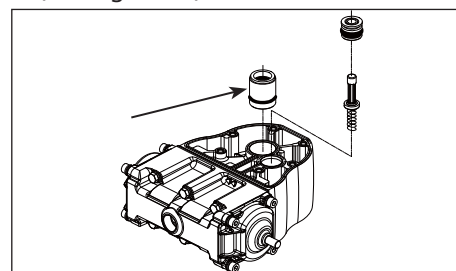

Figure 23
- Dessinez sur la gorge de roulement (voir figure 23).
- assemblage de la valve pilote (voir figure 23)